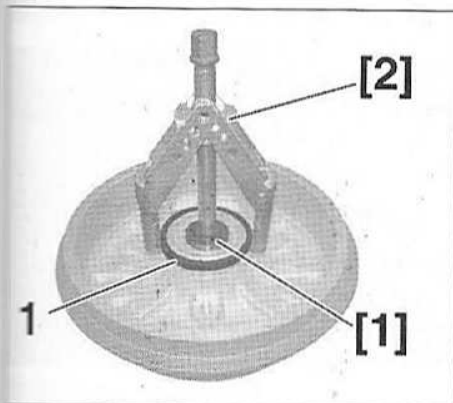

FIG.50
- Mettre en place l'outil [1] au centre du tambour puis l'outil [2] (Fig.50).
- Extraire la cible (1) du capteur de roue.